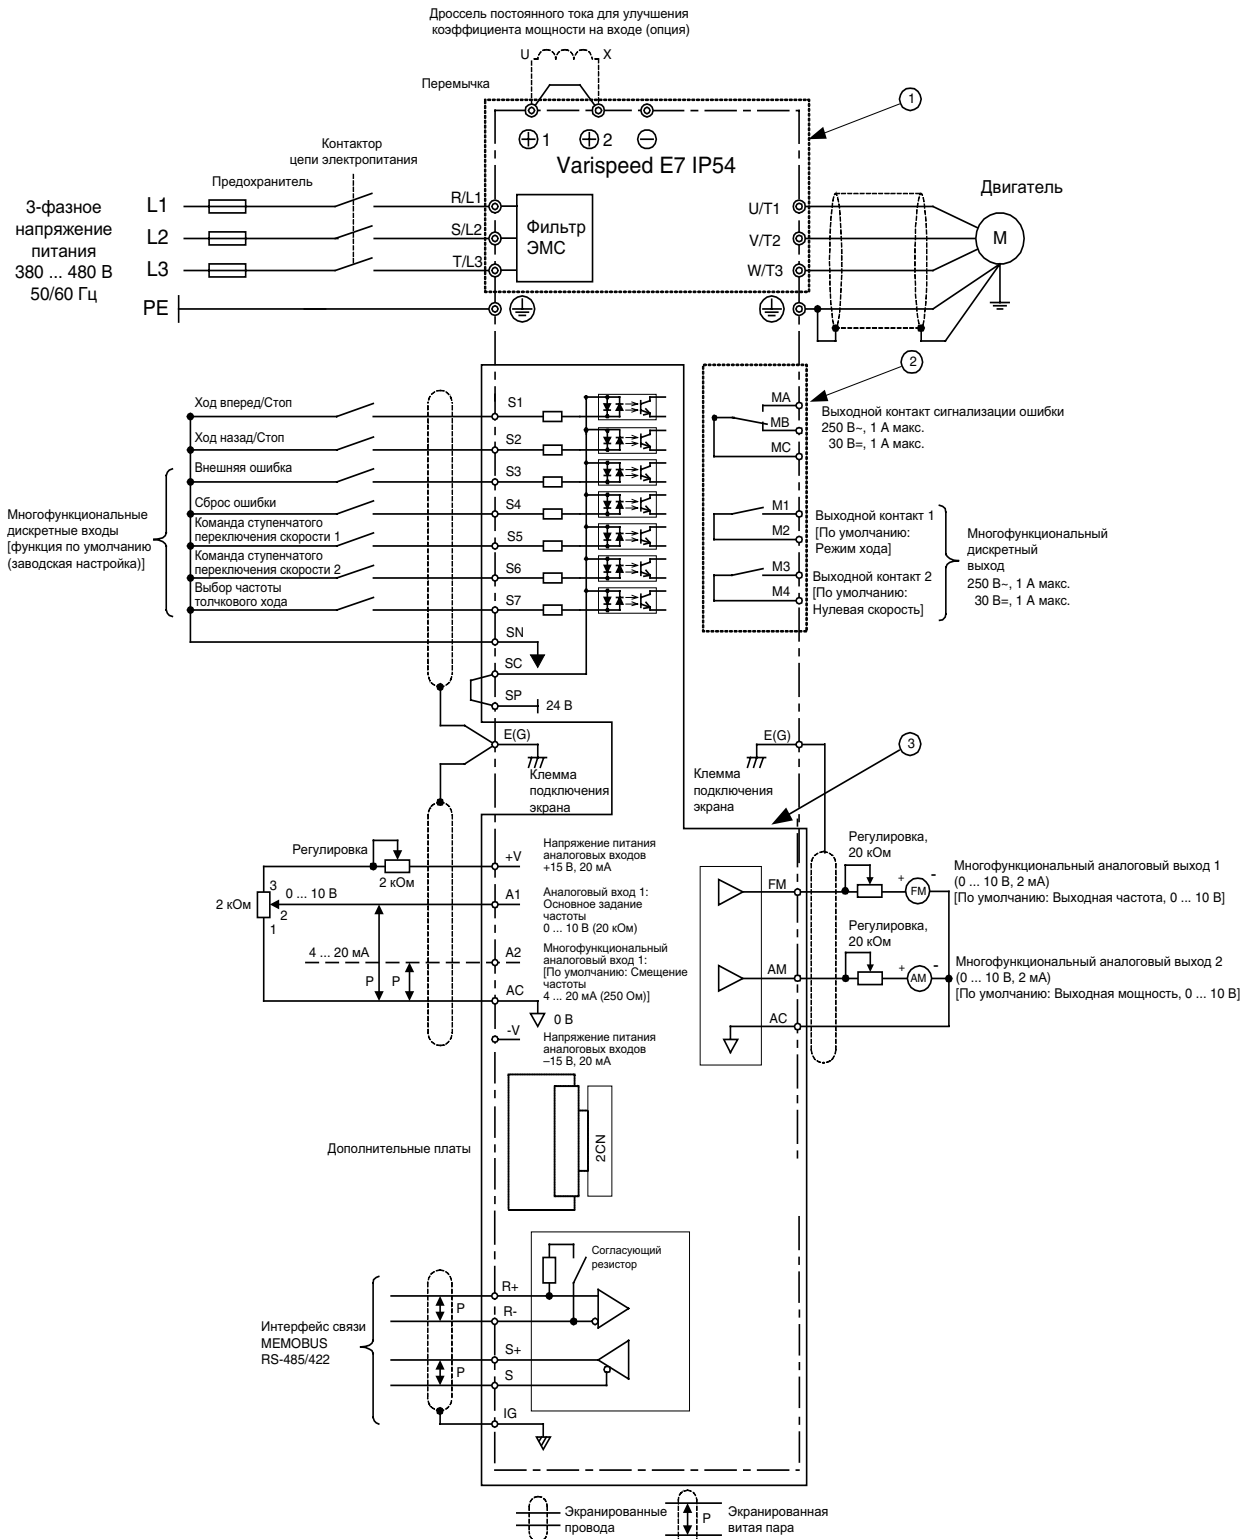

Рис. 2 Схема подключения инвертора
1. Подключение цепей дискретных входов S1 ... S7 на Рис. 2 показано для случая, когда источником сигналов являются механические контакты или транзисторы NPN-типа (общий 0 В, отрицательная логика). Такая схема выбрана по умолчанию. Подключение транзисторов PNP-типа и использование внешнего источника питания 24 В описано в Таблице 3.